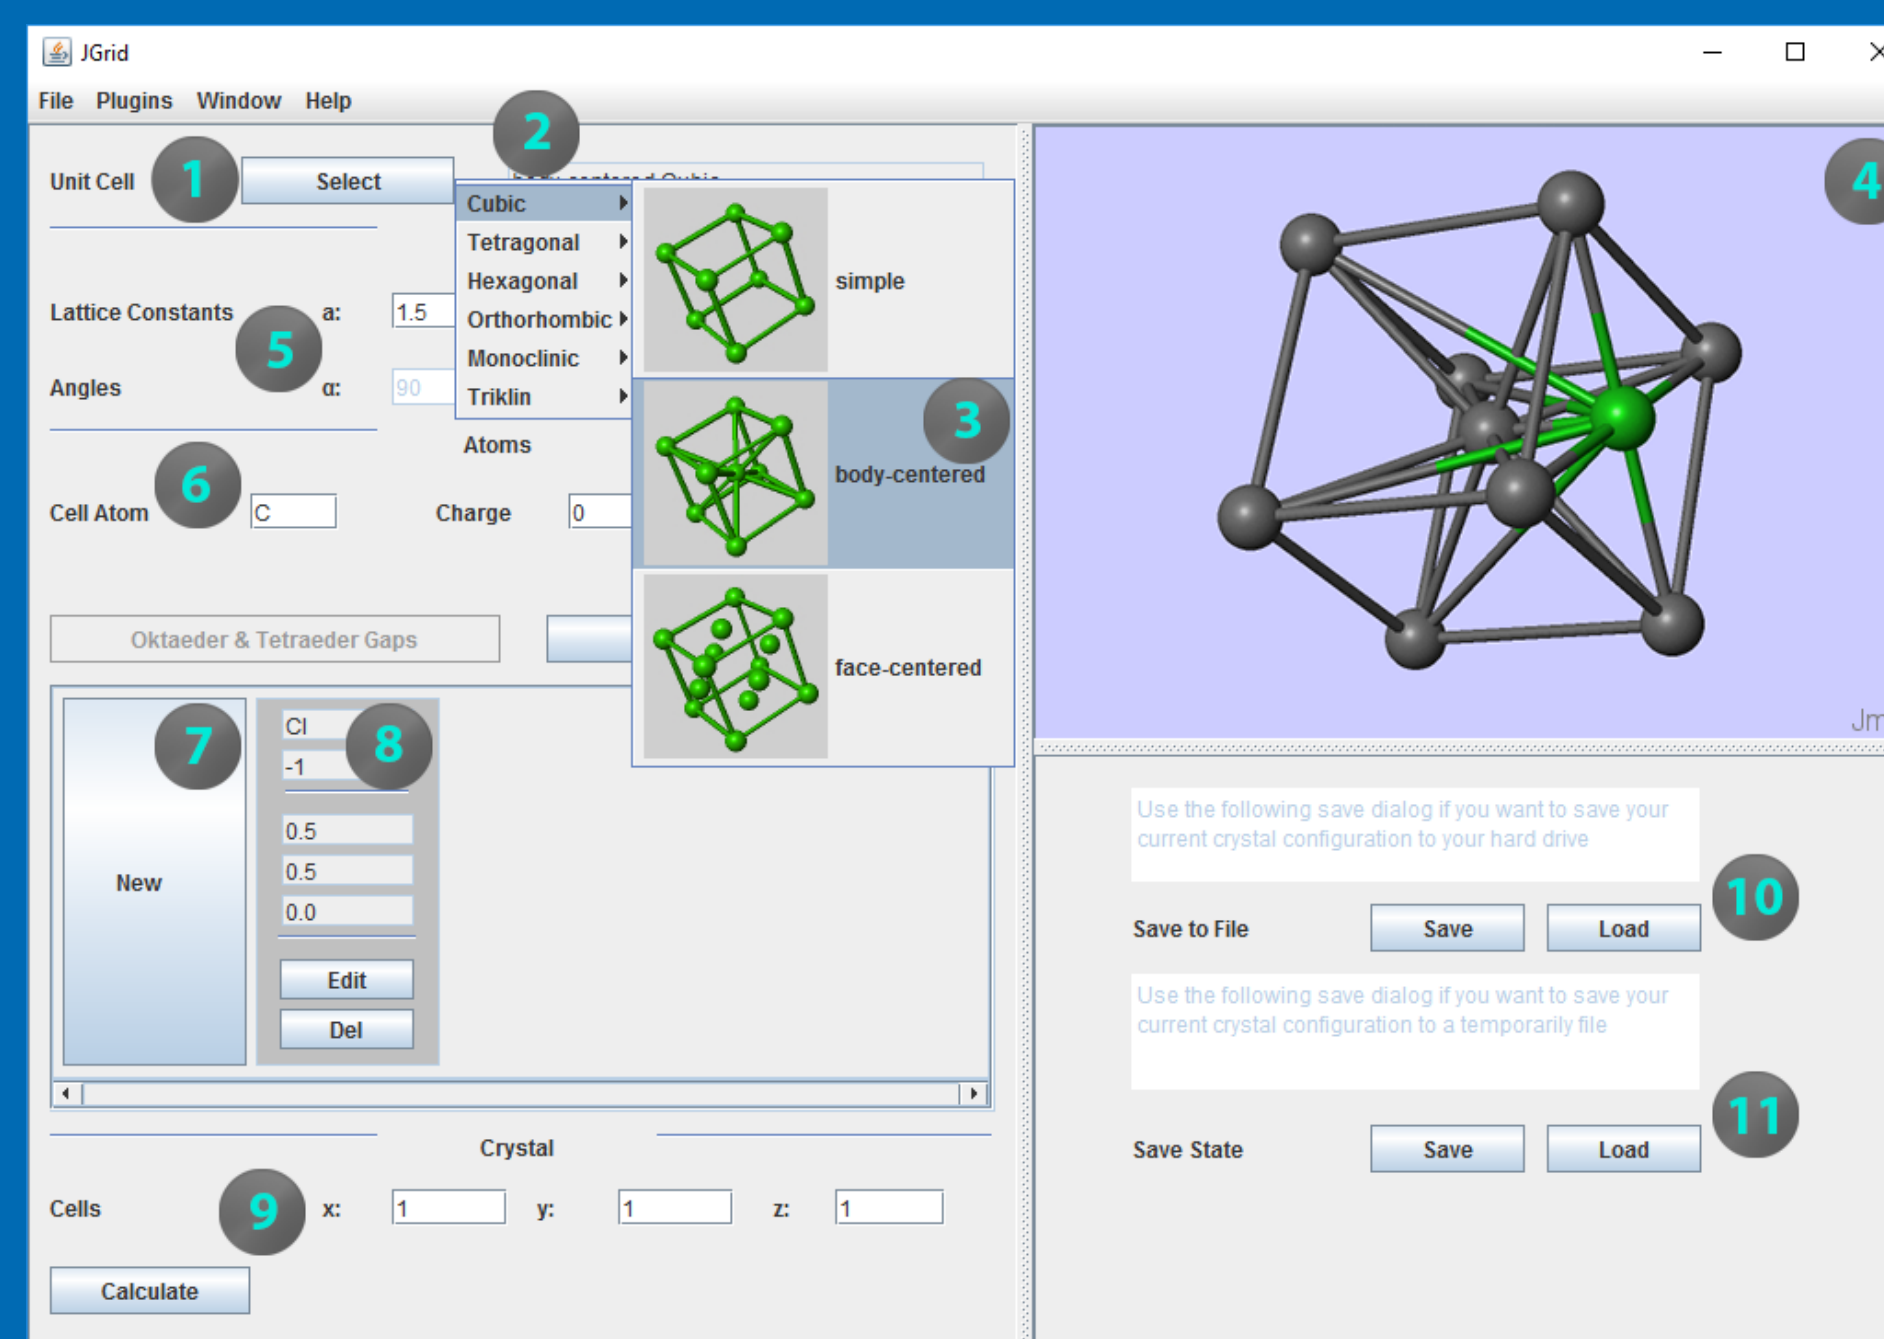
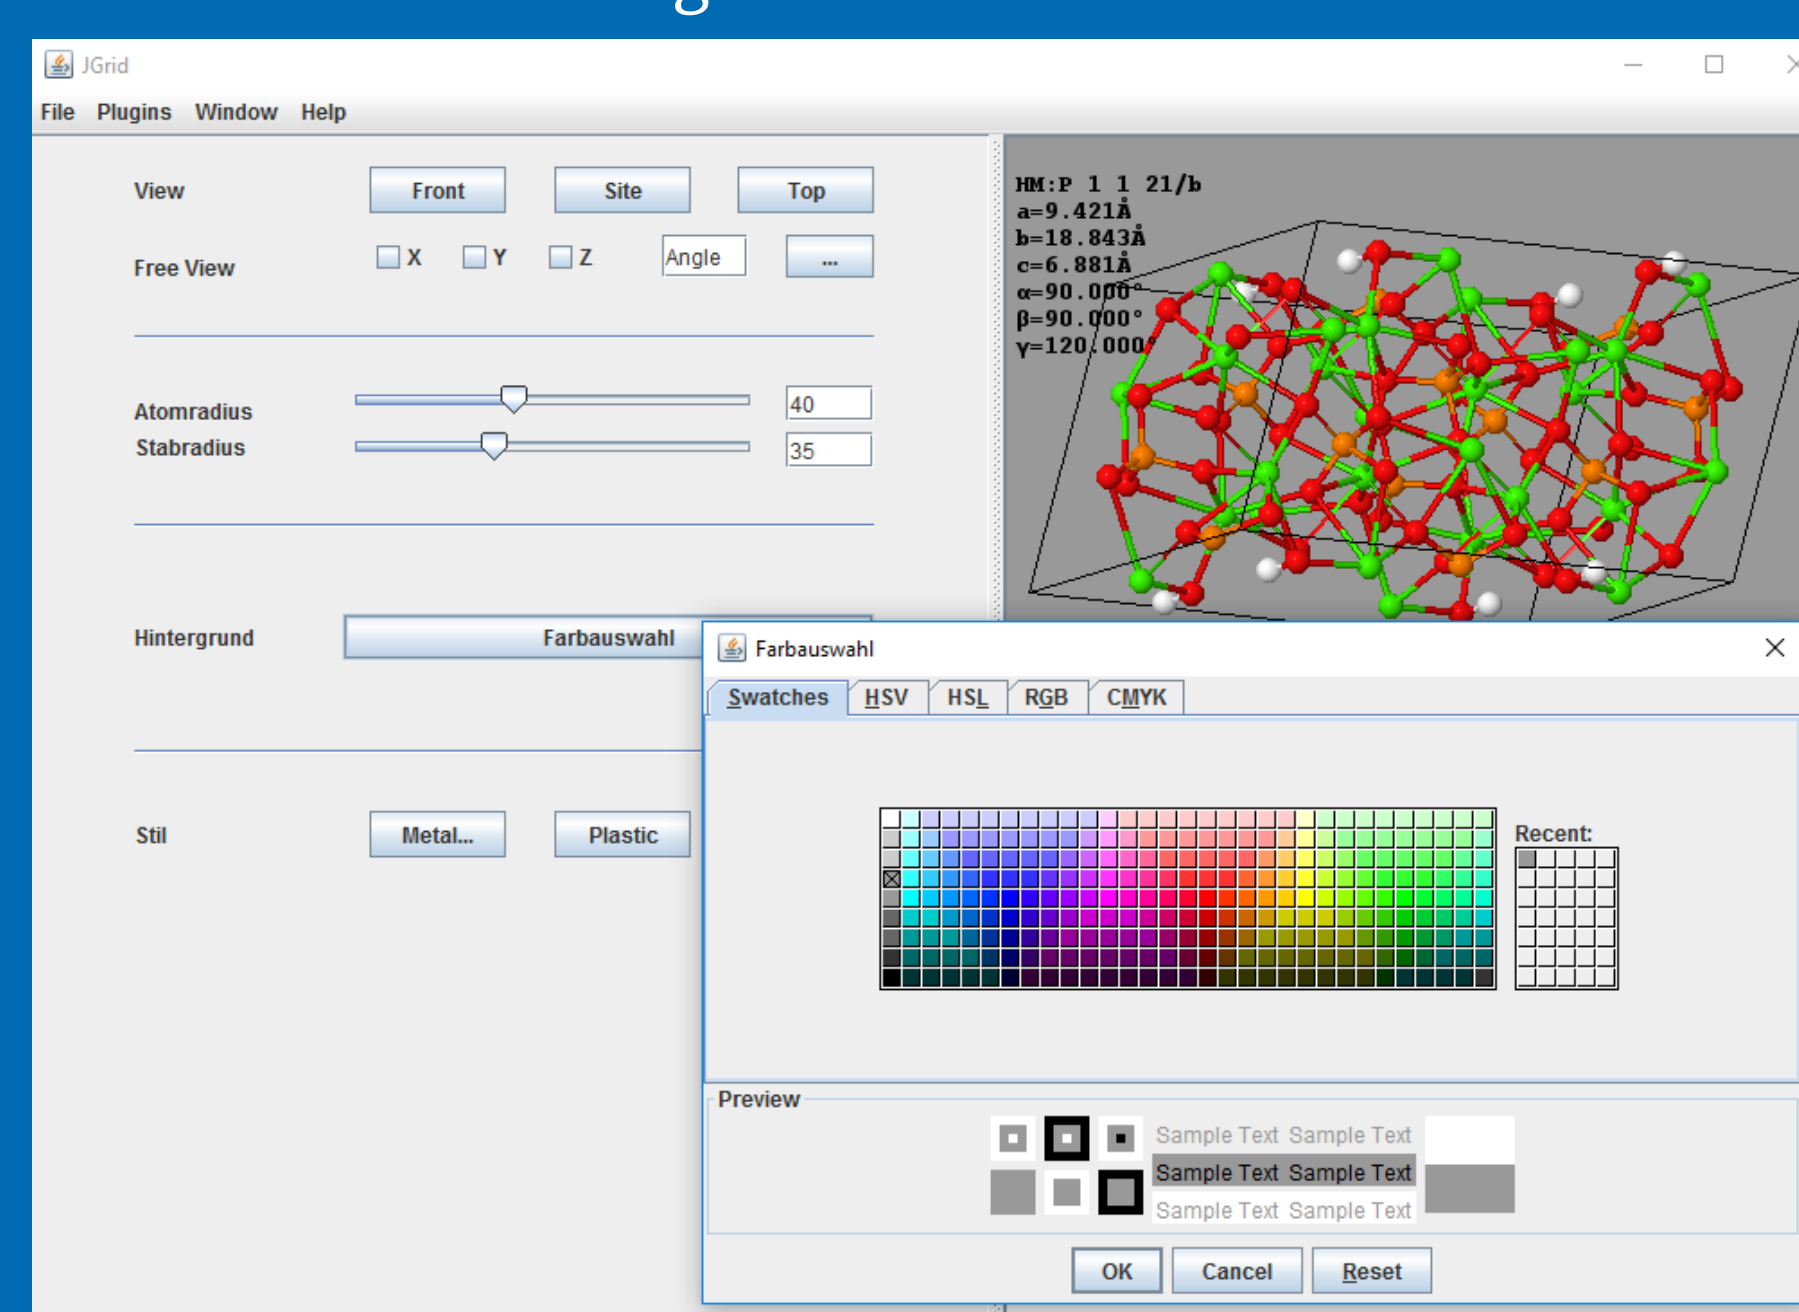

Abbildung 1: Geladenes JCC Plugin auf der Jgrid oberfläche
Abbildung 2: Das Visuals Plug-In
Das Modul baut sich um das Jmol Applet auf, mit dem man Moleküle darstellen und interaktiv verändern kann. Leider ist die Kommunikation zwischen Java und dem Applet schwierig. Um dieses Problem zu lösen wurde im Rahmen des Projekts eine Schnittstelle (*Interface*) zwischen Jmol und Java Programmen geschaffen. Bis jetzt werden durch diese Schnittstelle zwei Plug-Ins unterstützt. Das erste ist der JCC (Abbildung 1). Das zweite Plugin, Visuals (Abbildung 2) dient der Nachbereitung für das Speichern in Bildformaten. Hier zusehen mit der komplexeren Kristallstruktur des Apatit (Zahnschmelz)
6. Atomtyp der Elementarzelle sowie dessen Ladung. In Abbildung 1 ein Kohlenstoffatom (metallisch grau) mit einer Ladung von 0.